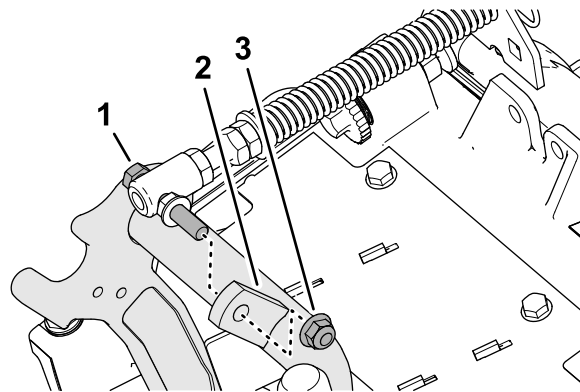

Figura 19
3. Retire a porca de bloqueio flangeada (3/8 pol.) que fixa o parafuso da mola de compensação da relva à aba direita da estrutura de suporte, e retire a mola de compensação da unidade de corte (Figura 19).